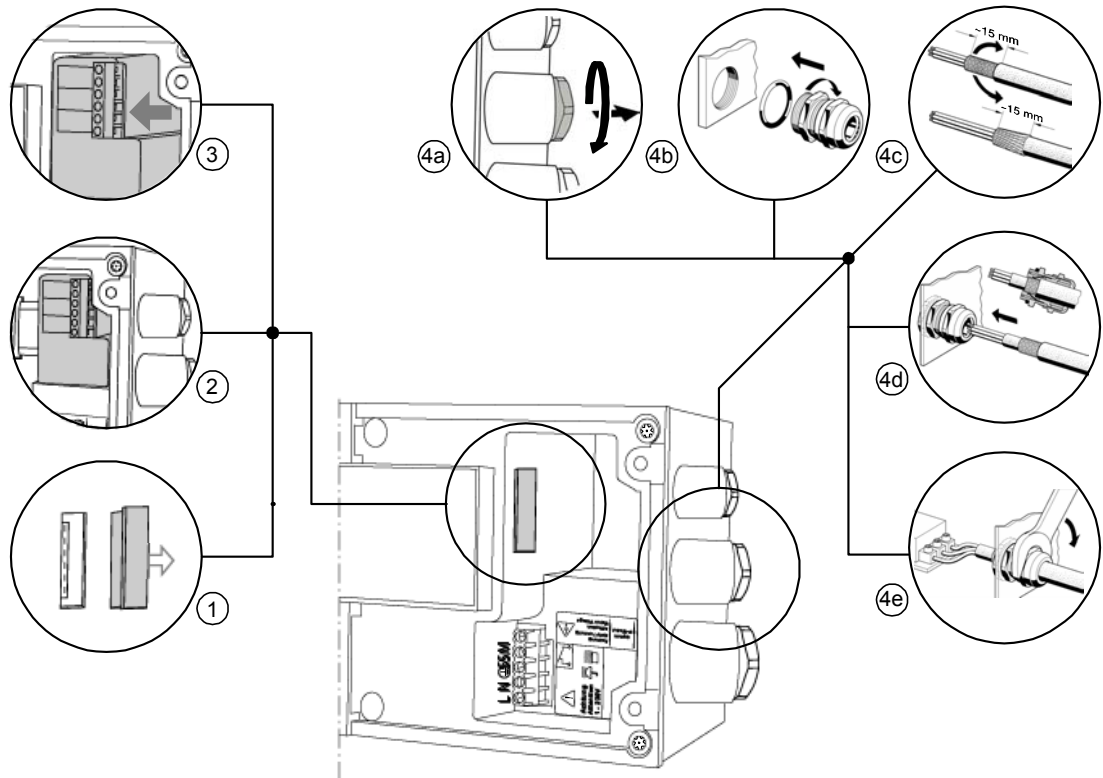

Рис. 13
- Снимите резиновую прокладку с платиновых контактов: см. рис. 13, поз. 1
- Вставьте IF-модуль Stratos в отсек клеммной коробки: см. рис. 13, поз. 2
- Сдвиньте IF-модуль Stratos штекером на платиновые контакты: см. рис. 13, поз. 3
- Для сборки резьбового соединения и подключения к нему кабеля (рис. 13):
- извлеките из кабельного ввода модуля регулирования пластиковое резьбовое соединение, уплотнения и шайбу (рис. 13, поз. 4a)
- вкрутите металлическое кабельное резьбовое соединение в кабельный ввод модуля регулирования (рис. 13, поз. 4b)
- снимите внешний слой изоляции кабеля на 10-15 мм и загните экранирующую оплетку кабеля как показано на рис. 13, поз. 4c
- вставьте кабель в кабельный ввод так, чтобы экранирующая оплетка надежно контактировала с контактами в кабельном вводе (рис. 13, поз. 4d)